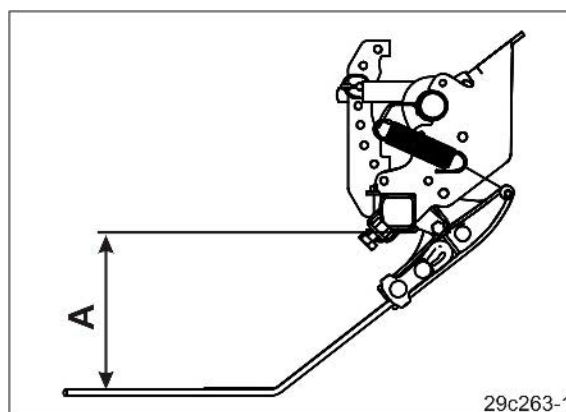

図 172
3. 精密ハロータインは表 (図 172) に従って設定します。
→ 間隔 A (図 172) が拡大します。
→ 間隔 A (図 172) が縮小します。